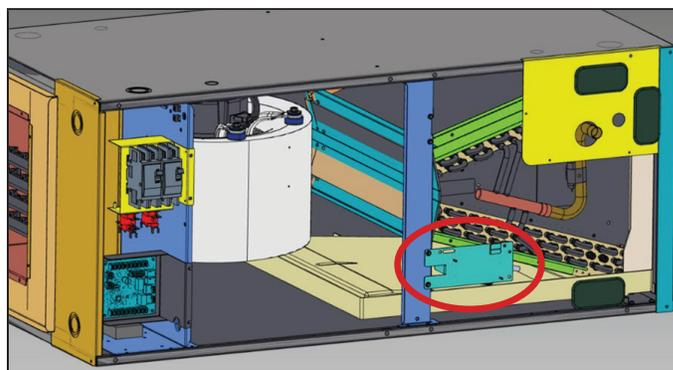

FIGURE 11
- 3 - Une fois le serpentin et le support central réinstallés dans l'unité, les panneaux de l'unité de traitement de l'air étant retirés, installez le support du capteur sur le support central en alignant les trous comme illustré à la figure 11.